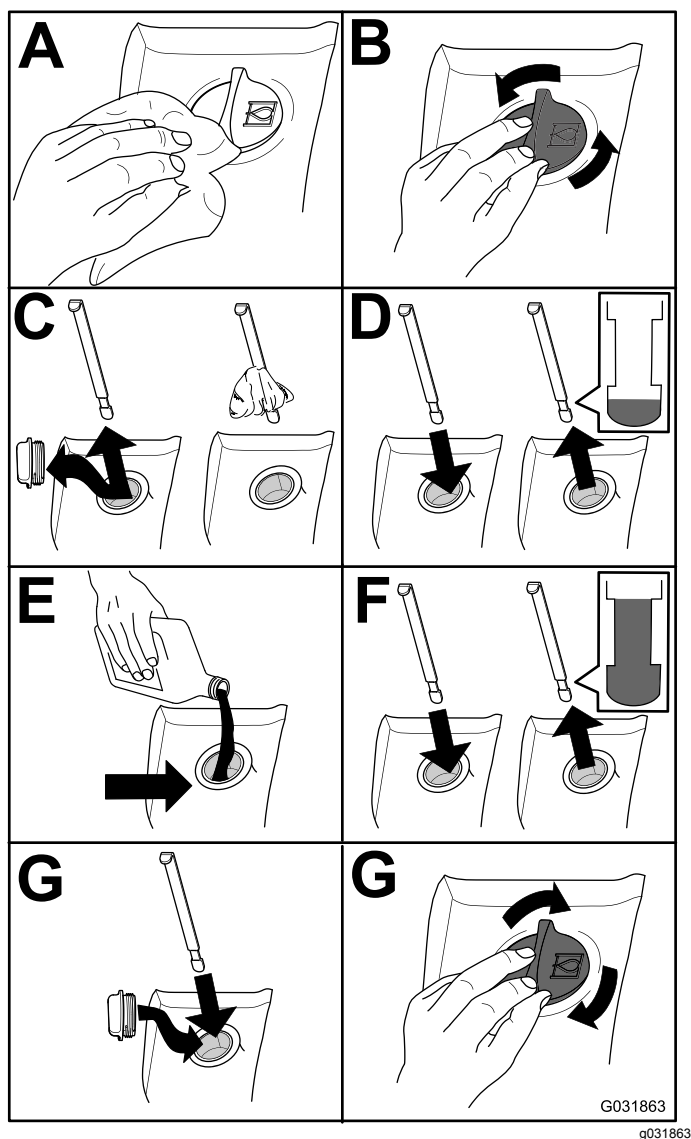

Figura 116
2. Verifique o nível de fluido hidráulico (Figura 116).